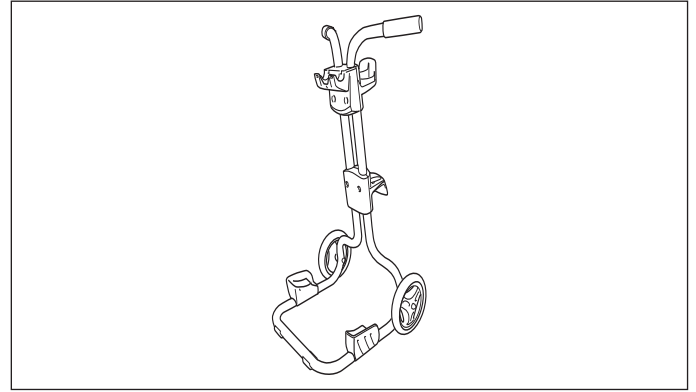

Figure 12. Transport et rangement du chariot assemblé
- Le boîtier de transport est maintenant prêt à être utilisé comme illustré à la Figure 12.